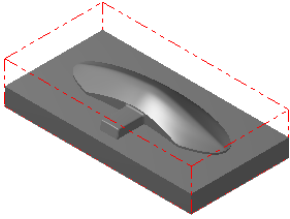

图 9.3 显示工件
Step4. 单击“机器群组属性”对话框中的  按钮，完成工件的设置。此时零件如图 9.3 所示，从图中可以观察到零件的边缘多了红色的双点画线，双点画线围成的图形即为工件。